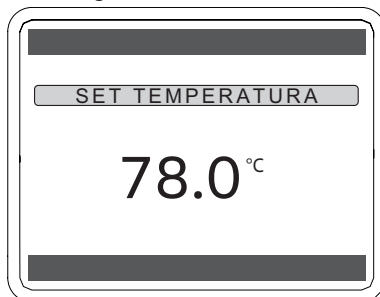

Figura 3.17
- Premere il tasto (✓) per entrare nel campo selezionato Figura 3.17.